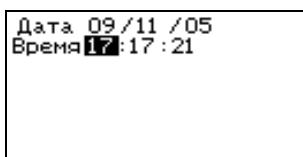

Рис. 30 Установка даты и времени.
2. С помощью кнопок и выберите поле, в котором хотите поменять значение (рис.30).